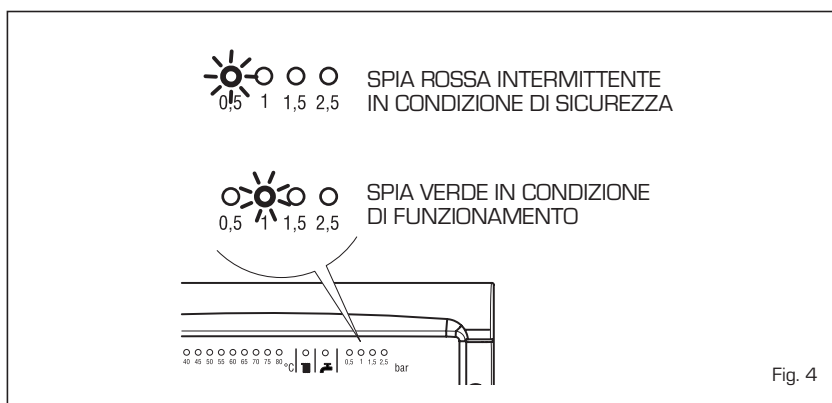

Fig. 4
– Insufficiente pressione acqua (fig. 4)